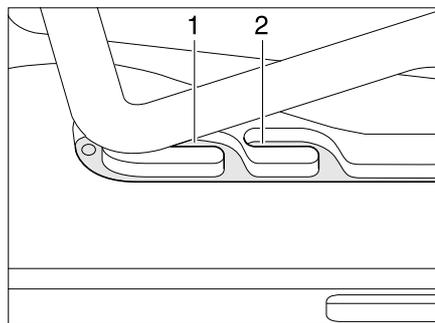
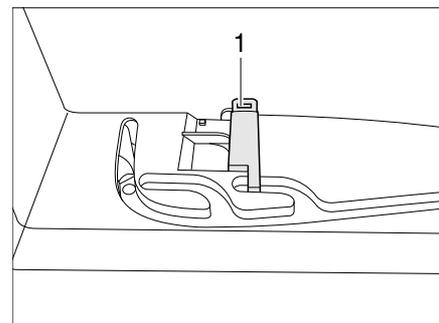

Bild 74 Heki-Dachhaube in Lüftungsstellung
Bild 75 Verriegelung Lüftungsstellung
Die Heki-Dachhaube kann in zwei Lüftungsstellungen gebracht werden: Schlechtwetterstellung (Bild 74,1) und Mittelstellung (Bild 74,2). Je nach Modell kann die Dachhaube in der Mittelstellung mit dem Riegel (Bild 75,1) verriegelt werden.
- Den Bügel leicht nach oben drücken und in die gewählte Führung (Bild 74,1 oder 2) schieben und ggf. verriegeln.